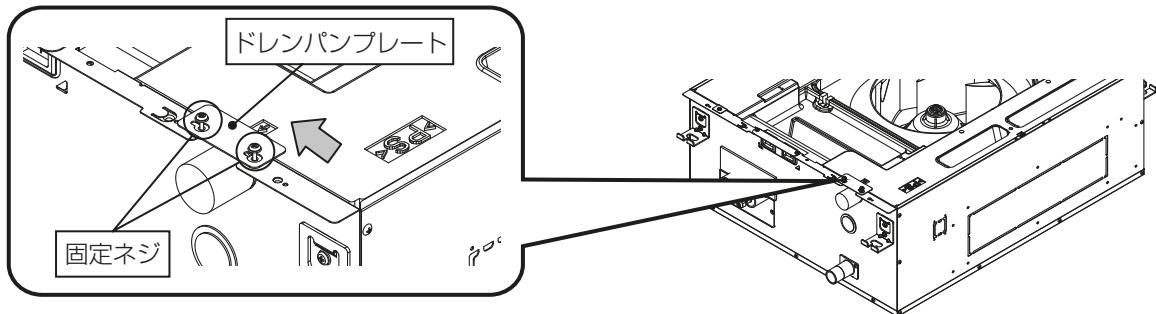

図7
1) ドレンパンプレート固定ネジを緩め、プレートを矢印方向へスライドさせプレートを取り外します。(ネジ2本) (図7)